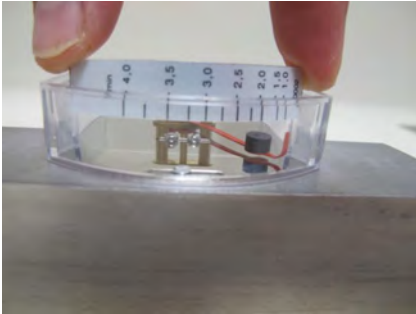

Abb. 65
15. ▶ Skalenträger (mit aufgeklebter Skala) in die Führung des Kunststoffgehäuses schieben (Abb. 65). Dabei Durchflussrichtung beachten (niedrigster Skalenwert zeigt zur Eingangsseite des Gerätes)